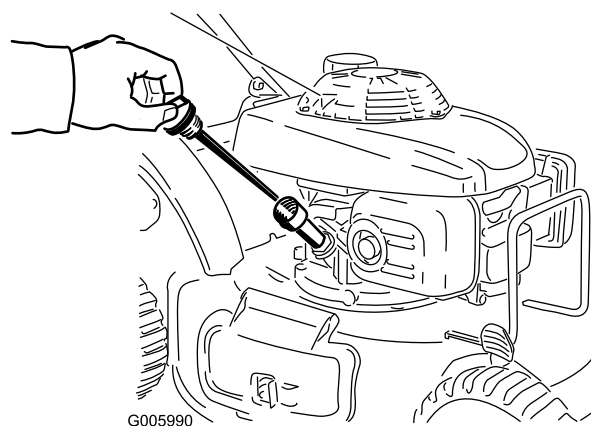

Figura 12
1. Retire la varilla (Figura 12).
2. Vierta aceite **lentamente** por el tubo de llenado de aceite, comprobando el nivel con la varilla de vez en cuando, hasta que la varilla indique que el motor está lleno, tal como muestra Figura 12. **No llene demasiado.** (Capacidad máxima: 20 onzas (0,55 l), tipo: SAE 30, aceite detergente con clasificación de servicio API , SH, SJ, SL o superior.)